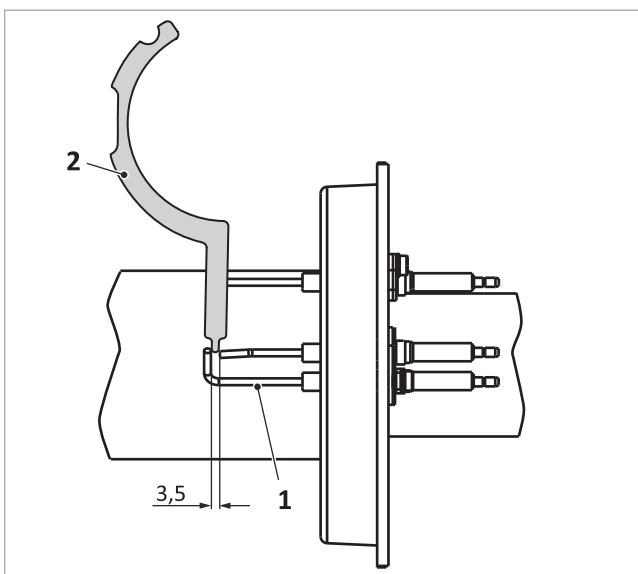

Fig. 136: Distanza tra elettrodi e massa dell'elettrodo di accensione
1. Verificare le distanze dell'elettrodo di ionizzazione con l'ausilio del calibro per elettrodi → fig. 136 (2) (eventualmente correggere piegando con attenzione).
- elettrodi tra loro → fig. 136 (1): 3,5 mm